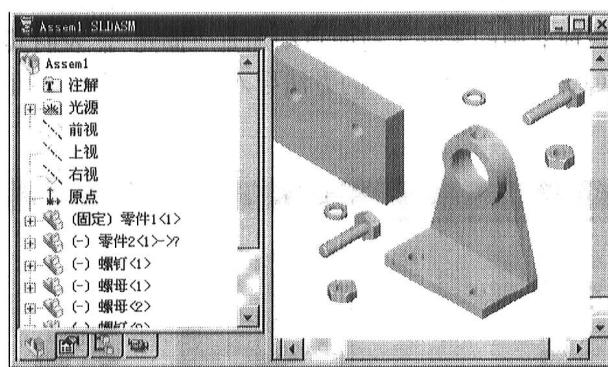

图 1-7 用资源管理器导入零件之二
- (3) 用同样的方法导入螺母、垫圈。结果如图 1-7 所示。